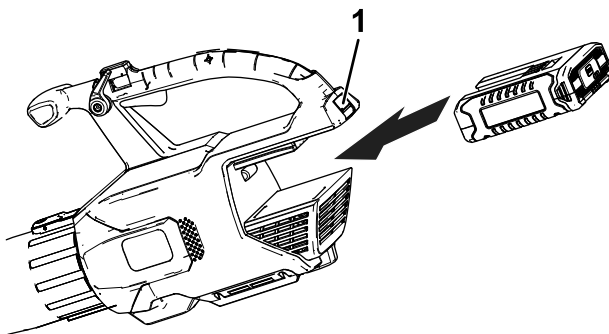

Figure 3
2. Alignez le creux de la batterie sur la languette dans le corps de la poignée, saisissez la poignée et poussez la batterie à l'intérieur jusqu'à ce que le verrou s'enclenche en position (Figure 3).